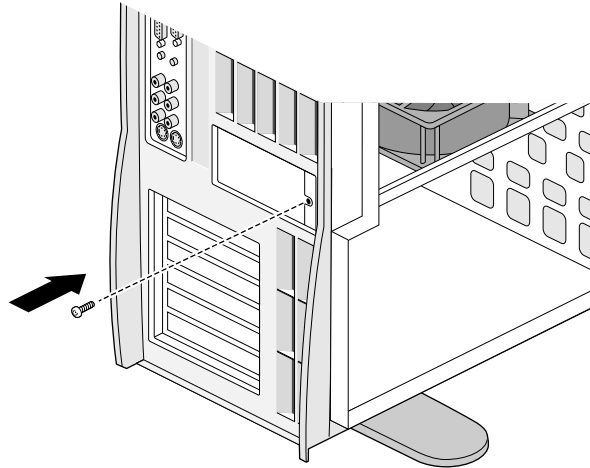

Figure 5-24 Insertion de la vis de fixation du panneau de protection de la carte Silicon Graphics SD1100
12. En maintenant d'une main le panneau de protection E/S, insérez de l'autre main la vis dans l'orifice situé à l'extérieur du système (voir Figure 5-24).